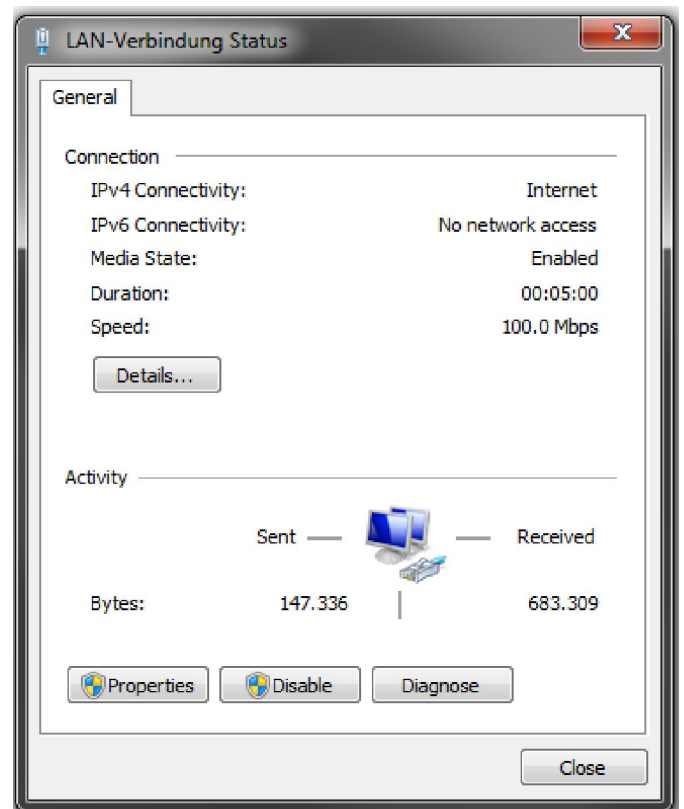

Fig. 12 : État de la connexion au réseau local
5. ▶ Sélectionner « Propriétés » (Fig. 12).